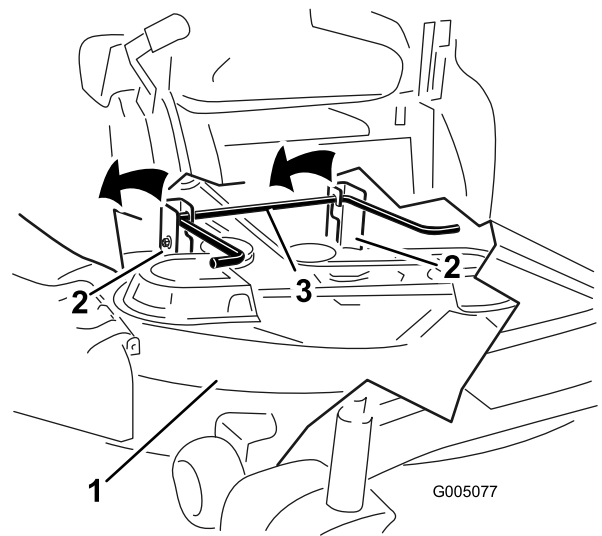
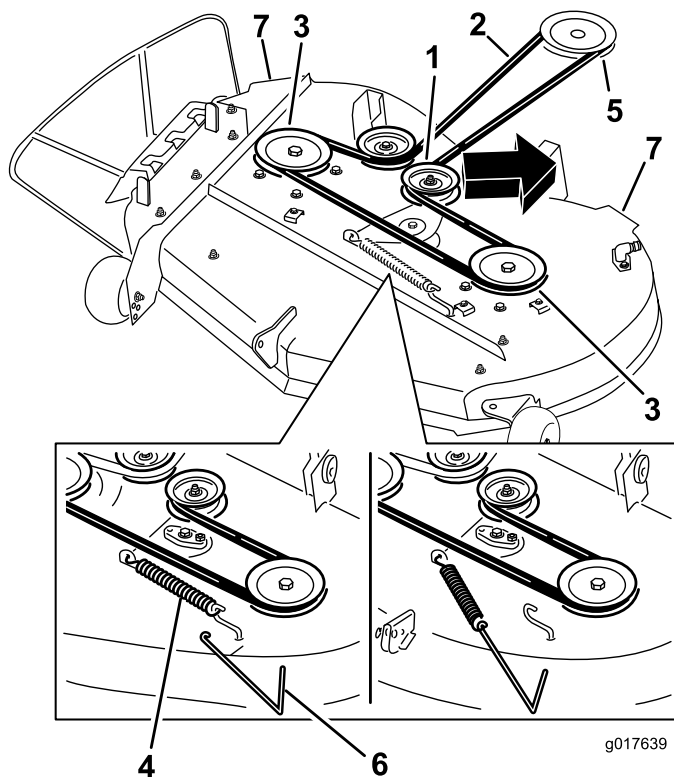

Figura 56
Figura 57
5. Usando las asas de la carcasa de corte, eleve la carcasa de corte y separe ésta y las pletinas de suspensión de la varilla de elevación trasera; luego baje el cortacésped con cuidado al suelo (Figura 56 y Figura 57).
- Usando una herramienta para la retirada de muelles (Pieza Toro N° 92-5771), retire el muelle tensor del gancho de la carcasa para eliminar la tensión de la polea tensora, y retire la correa de las poleas (Figura 57).
- Eleve la parte trasera de la carcasa de corte y coloque las pletinas de suspensión sobre la varilla de elevación trasera (Figura 56).
- Pase la correa nueva alrededor de las poleas del motor y del cortacésped (Figura 57).
- Usando una herramienta para la retirada de muelles (Pieza Toro N° 92-5771), instale el muelle tensor sobre el gancho de la carcasa y tense la polea tensora y la correa (Figura 57).